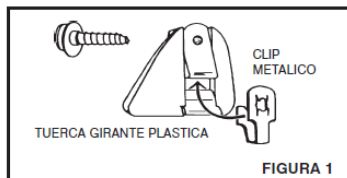

FIGURA 1
PASO 1 (FIGURA 1)
Elija un sitio en la compuerta de la camioneta que NO tenga bultos, curvas u obstrucciones (entre las costillas de la camioneta, sobre las cerraduras, etc). Entonces haga un agujero de 1/8" a través de la cubierta de la compuerta y del propio metal de la compuerta (ver Figura 1).
Saque los 8 (ocho) tornillos de la compuerta que vienen instalados de fábrica (designados "X" en la Figura 1).
1. Monte los sujetadores del Bedliner "Liner-Lok", deslizando el clip metálico sobre la tuerca girante plástica (Vea Figura 1).